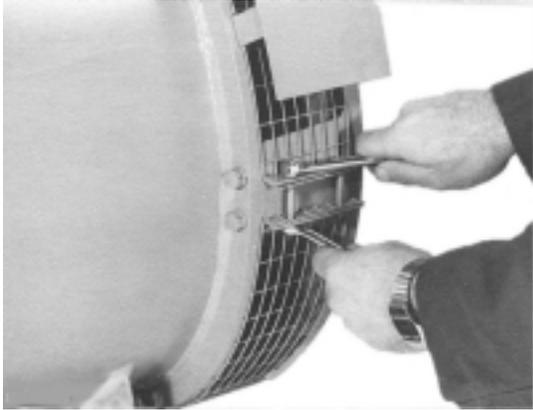

Figure 6-24
3. Si la grille de protection n'est pas encore démontée. Dévisser les boulons la fixant sur la flasque d'entraînement ou sur la bride SAE et l'enlever (Figure 6-24) (NOTE : Ne pas enlever la tôle de protection si la grille en possède une).